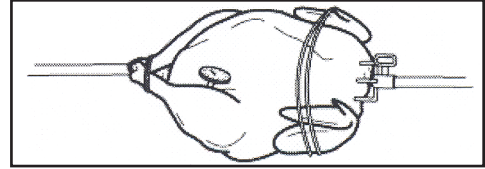

Fig. 15
**Para aves caseras:** Mete la punta del termómetro en la parte más gruesa de muslo cerca del cuerpo. (Fig. 15)